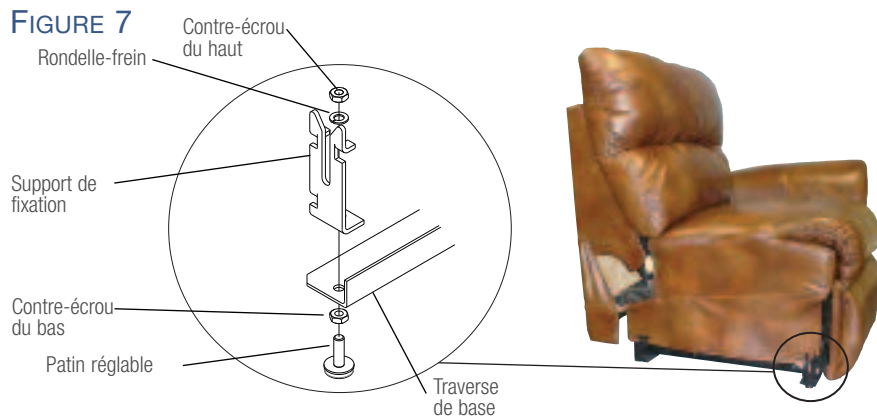

FIGURE 8
- Repérer les composants électriques à utiliser lors des étapes de montage suivantes (FIGURE 8).